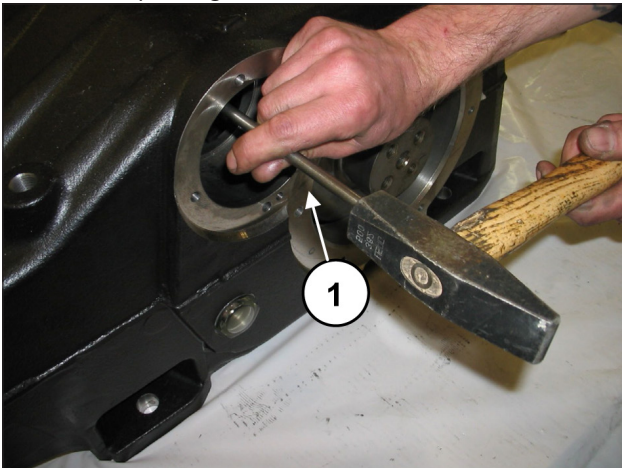
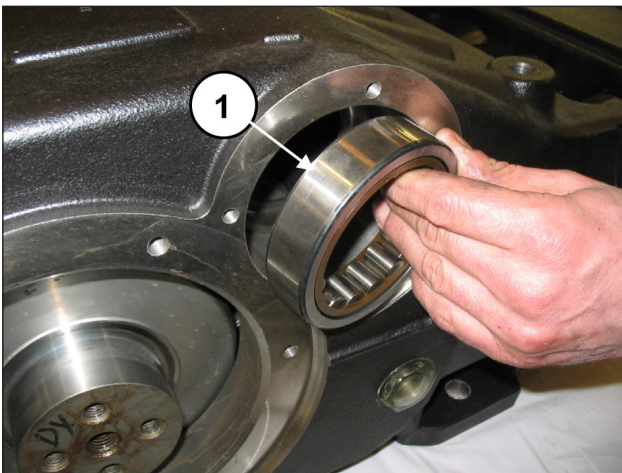
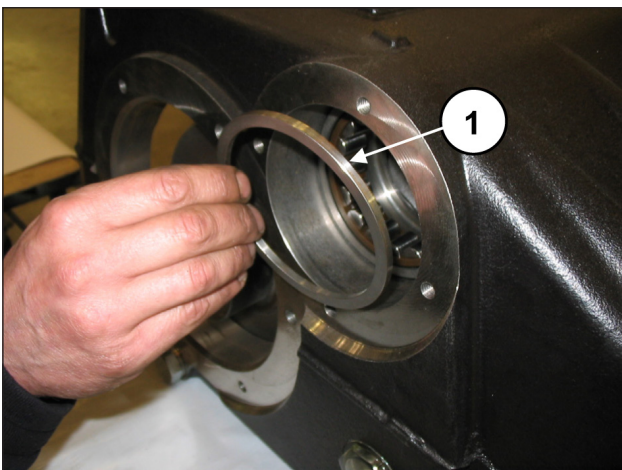
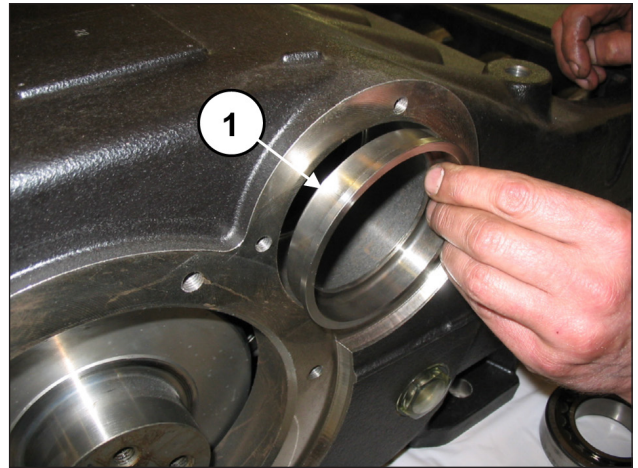

Fig. 34
Fig. 35
Fig. 36
Fig. 37
Utiliser une barre suffisamment longue (rep. ①, Fig. 34) et un outil à inertie pour dégager du carter de pompe les bagues des coussinets (rep. ①, Fig. 35), l'entretoise du coussinet extérieur (rep. ①, Fig. 36) et la douille de lubrification des coussinets (rep. ①, Fig. 37).